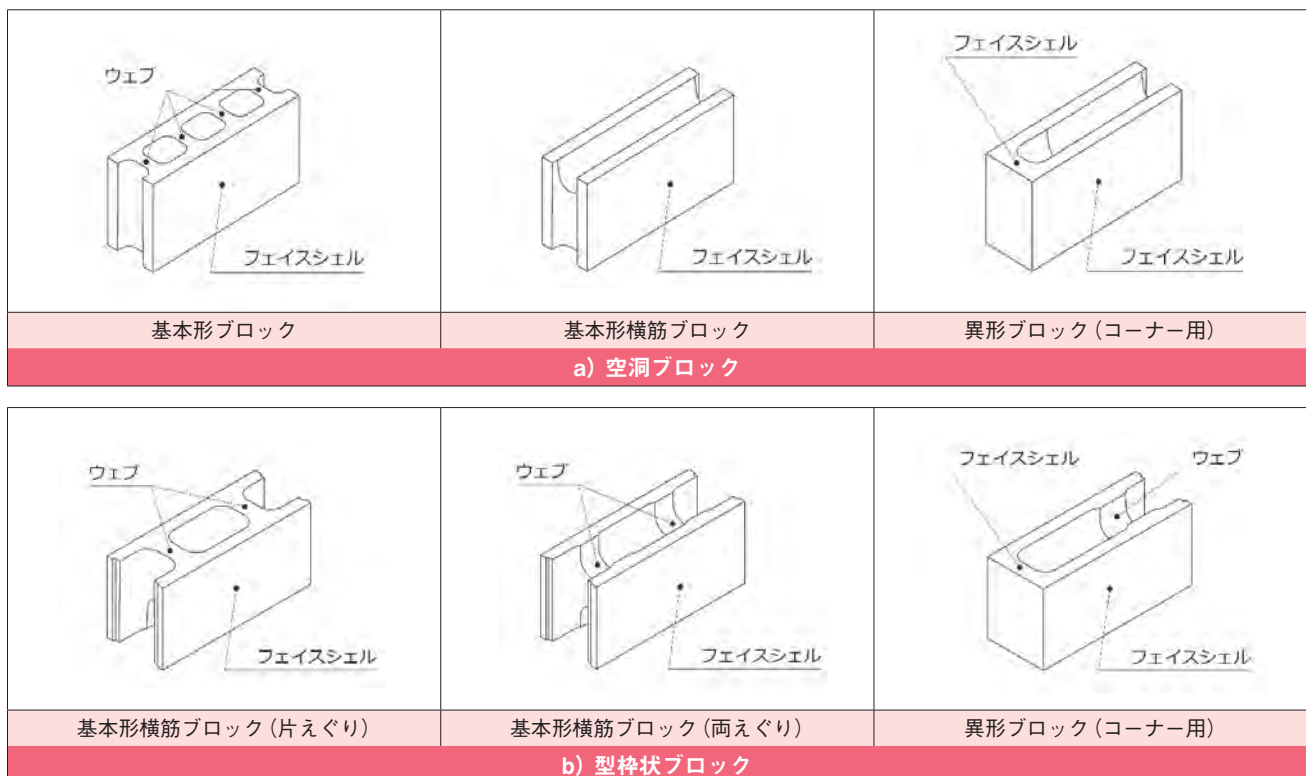

図1 ブロックの形状例
- **空洞ブロック** 主として、補強コンクリートブロック造に用いる、通常は縦目地空洞部、鉄筋を挿入した空洞部などに充填材を部分充填して使用するブロック (図1参照)
・**型枠状ブロック注2)** 主として、鉄筋コンクリート組積造に用いる、縦横に連続した大きな空洞部をもち充填材を全充填して使用するブロック(図1参照)
・**基本形ブロック** 空洞ブロックのうち、建築物の組積体に使用する基本的な形状のもので、一方向だけ鉄筋の配置が可能な空洞部をもつ形状のブロック(図1参照)
・**基本形横筋ブロック** 縦横二方向の鉄筋の配置が可能な空洞部をもつ形状のブロック(図1参照)
・**異形ブロック** コーナー用、半切などの用途によって形状が異なり、基本形ブロック及び/又は基本形横筋ブロックと組み合わせて使用するブロック(図1参照)
・**フェイスシェル** 組積後、外部に現れるブロックの構成部材注3)(図1参照)
・**ウェブ** 長さ方向のフェイスシェルを固定する役割をもち、組積後、外部に現れないブロックの厚さ方向の構成部材(図1参照)